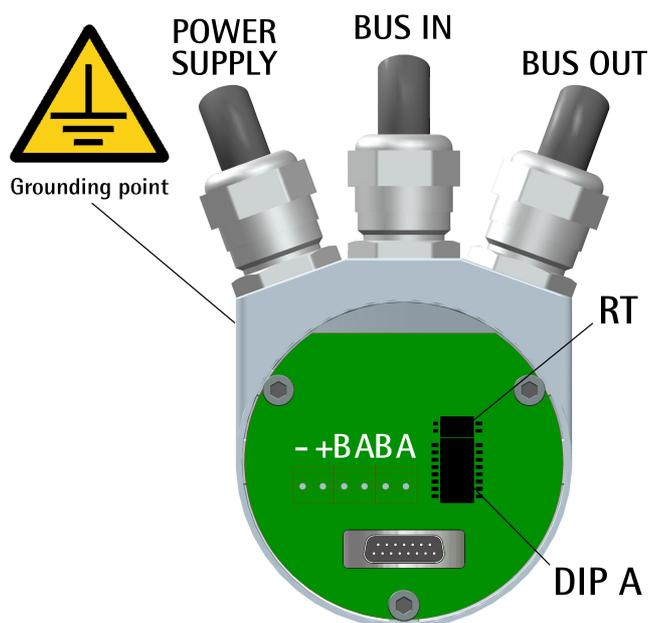
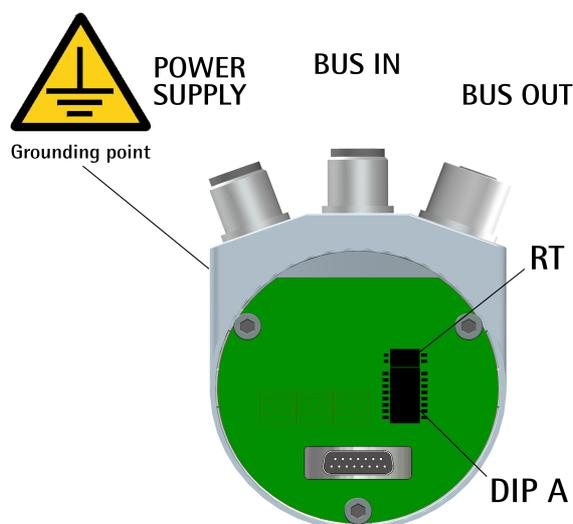

Figura 1
Figura 2
4.2 Coperchio con pressacavi CC-PB (Figura 1)
4.3 Coperchio con connettori M12 CC-PB-C (Figura 2)
4.6 Indirizzo nodo: DIP A (Figura 1 e Figura 2)